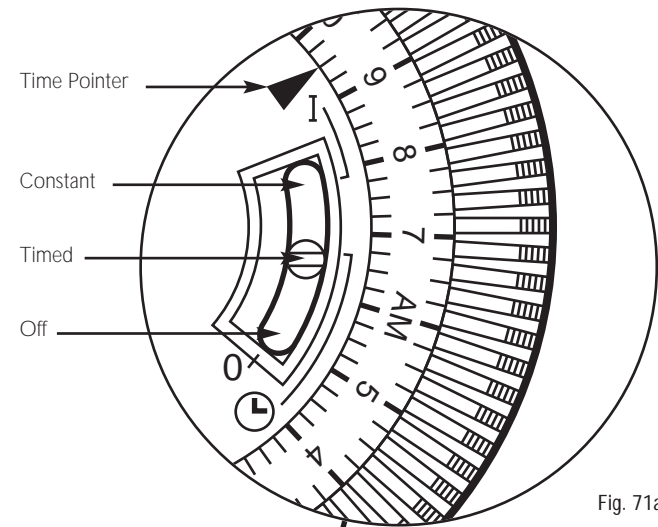

Fig. 71a
**Three position switch** (Fig. 71a)